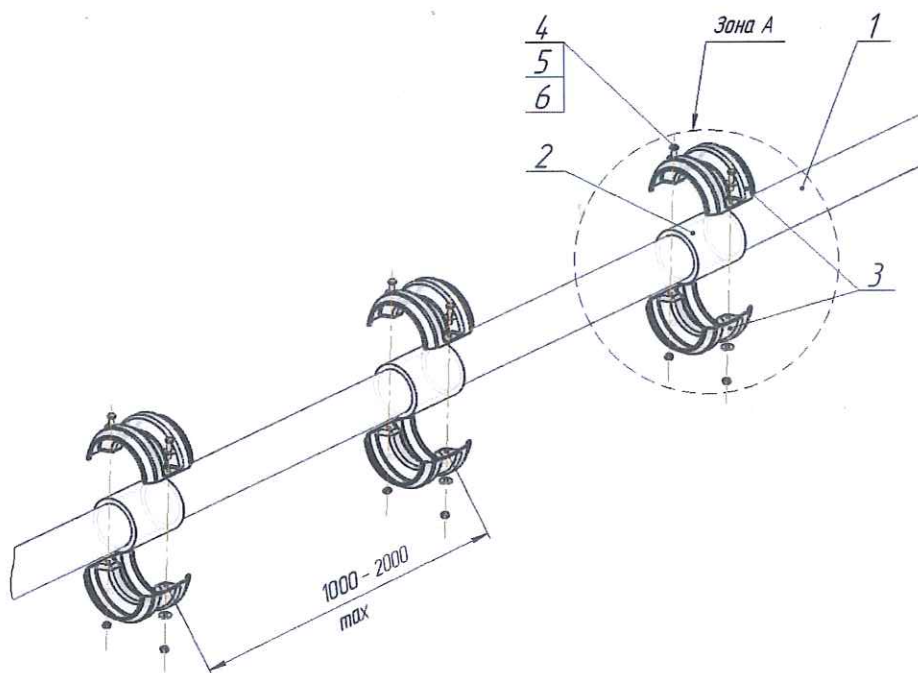

Рисунок 3 - Установка центраторов на трубопровод
3.3.6 На размеченных местах трубопровода под установку центраторов непосредственно перед монтажом центраторов намотать на трубопровод шнур герниковый пористый уплотнительный ПРП–40.10х20.300 ГОСТ 19177–81 (поз. 2 рисунок 3), до достижения величины внутреннего диаметра центратора.
3.3.7 Монтаж центраторов происходит при помощи гаечных и динамометрических ключей. Момент затяжки, согласно ТУ 2296-056-38276389-20. Состыковать нижнюю часть с верхним кожухом при помощи болтового соединения (рисунок 3).